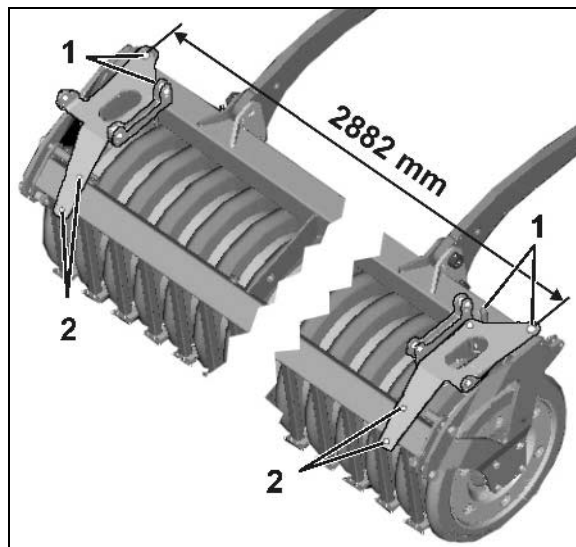

Fig. 22
- 1.1 Använd klämbygeln (Fig. 22/1) fram.
- 1.2 Använd klämplåten och skruvarna (Fig. 22/2) bak.